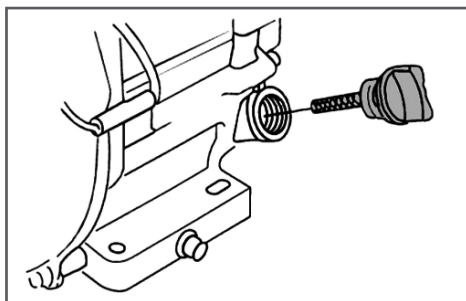

Рис. 7 Крышка-щуп маслозаливной горловины
2. Открутите крышку-щуп маслозаливной горловины и извлеките щуп (Рис. 7).
2. Выкрутите крышку-щуп маслосливной горловины и извлеките щуп (Рис. 7).